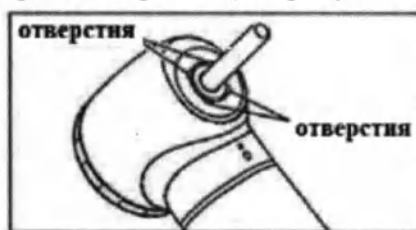

Рисунок 4
- Удалите грязь и мусор из отверстий (см. рисунок 4);